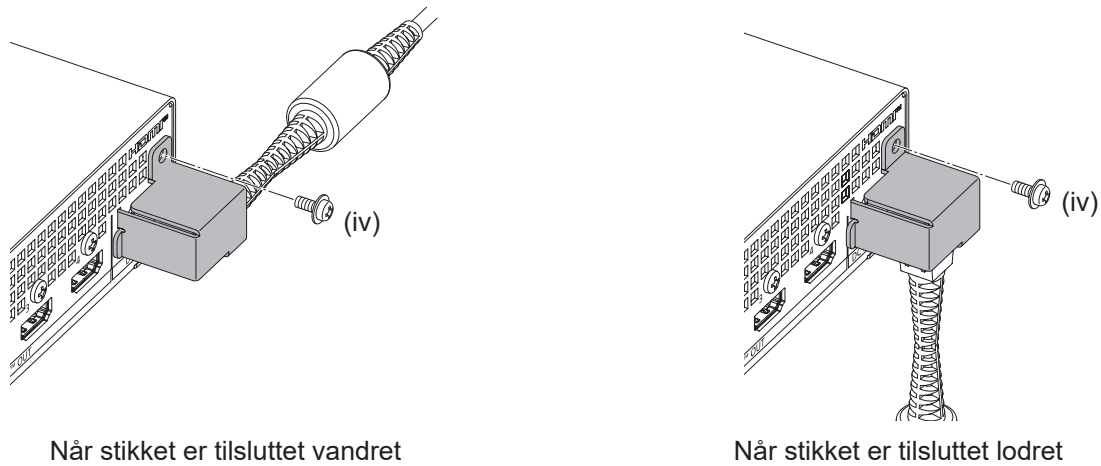

Fig. 3
**3) Fastgør beslaget til fastgørelse af AC-adapteren (fig. 3).**